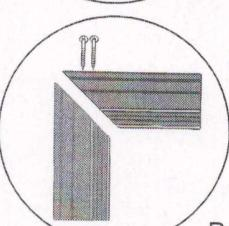

Рис. 4
2.5. Уложить короткий и длинные элементы в П-образную форму (рис. 4), просверлите в стыкуюем узле отверстия нужного диаметра, далее стяните элементы имеющимися в комплекте саморезами. Следите чтобы не было смещения элементов.